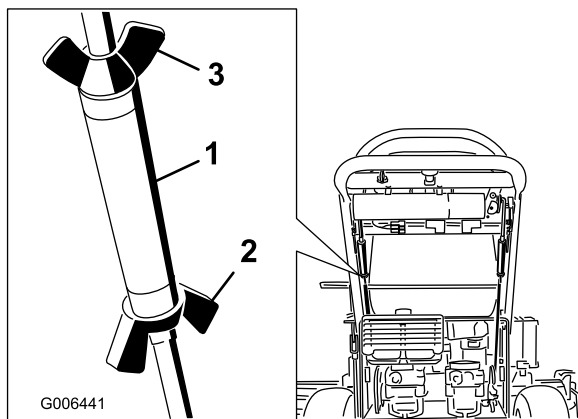

Figura 30
3. Afloje las tuercas de mariposa de la varilla de control derecha, y gire el tensor en un sentido u otro para centrar la palanca de control derecha en la posición de bloqueo/punto muerto. Bloquee el tensor apretando las tuercas de mariposa (Figura 30).
4. Afloje las tuercas de mariposa de la varilla de control izquierda y gire el tensor en un sentido u otro para modificar el avance de la máquina. Bloquee el tensor apretando las tuercas de mariposa (Figura 30).